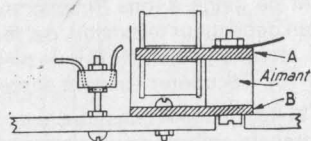

Fig. VI-18. — Coupe du sélecteur monté.
**3. Montage du sélecteur** : monter la bobine sur la pièce A. Assembler avec B et l'aimant grâce au boulon de 2,5 mm. Disposer sous l'écrou une cosse à souder (voir fig. VI-18). Régler l'entrefer aux environs de 8 à 10/10 mm. Aligner les lames par torsion à la base.
La pièce C est supportée par 2 boulons de 2,5 mm et bloquée sur le support général du récepteur, comme l'ensemble du circuit magnétique (fig. VI-18). L'intervalle pointes-lames est à régler aux environs de 2/10 mm. Prévoir à cet effet des trous oblongs sur la plaque de base. Corriger les petits écarts par déformation du fil d'Ag. Le point de contact se fait à 2,5 mm de l'extrémité de la lame.